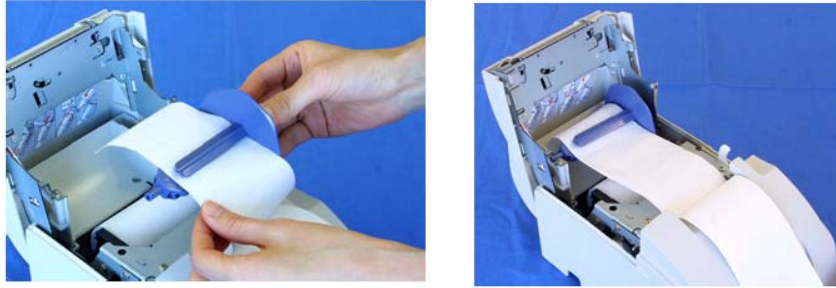

Ilustración 2-10 – Bobinado deCinta Testigo (Diario).
7. Inserte el extremo del papel (diario) en el recogedor de papel y coloque el recogedor de papel en la impresora. Compruebe que el papel esté alineado al lateral derecho del recogedor, como se muestra en la ilustración 2-10.